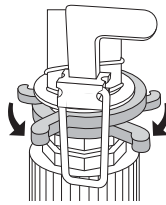

Abb. 7
- ♦ Verringern Sie den Abstand der zwei Begrenzungs-Clips **4**, um die Streuung des Wasserstrahls zu verringern (siehe Abb. 7).